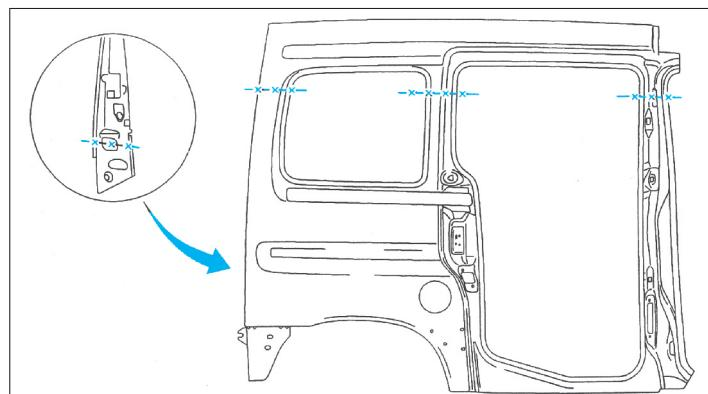

FIG. 83
- Tracer puis découper à l'aide d'une scie (Fig.83).